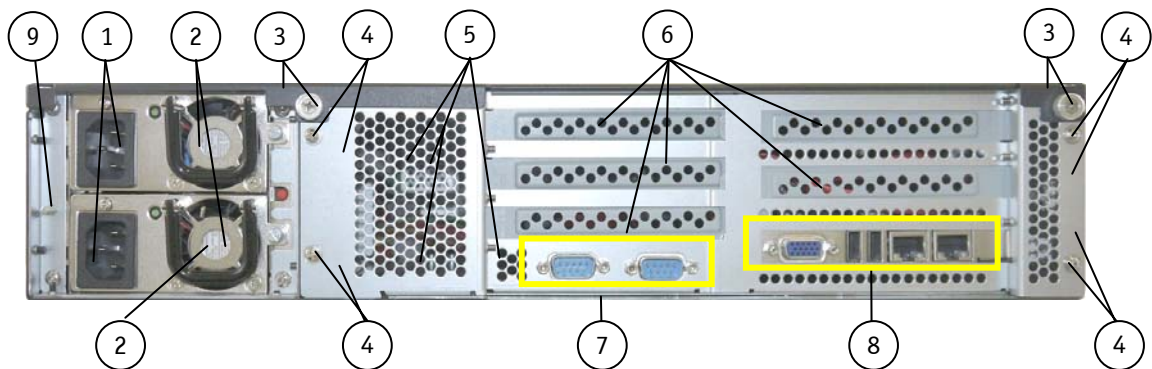
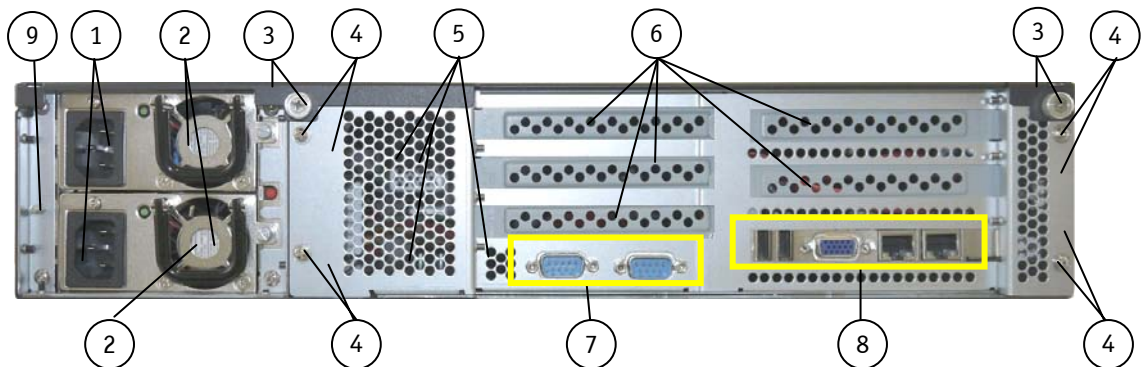
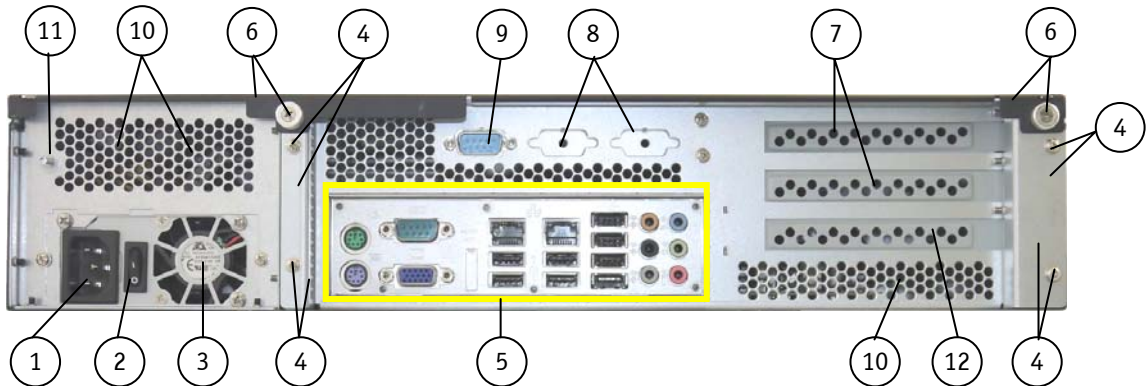

Abb. 13: KISS 2U V2 – Rückseite mit SBC-Karte (im Bild mit PCI-760 und redundantem Netzteil)
Abb. 14: KISS 2U V2 – Rückseite mit SBC-Karte (im Bild mit PCI-761 und redundantem Netzteil)
Abb. 17: KISS 2U V2 - Rückseite mit KTQ45/Flex Mainboard (im Bild mit Wide Range-Netzteil)
- die Rändelschrauben (Abb. 13 / Abb. 14, Pos. 3, und Abb. 17, Pos. 6) an der Rückseite.
Legende für Abb. 13 und Abb. 14:
| 4 Kartenkäfig für SBC- und Zusatzsteckkarten) mit Befestigungsschrauben | 8 Schnittstellen der SBC-Karte [PCI-760 (Abb. 13) / PCI-761 (Abb. 14)] |
Abhängig von der eingesetzten CPU-Karte (Mainboard oder SBC) können an Ihrem System, on-Board Schnittstellen, z. Bsp. serielle Schnittstellen, nach außen geführt sein (siehe Abb. 14, Pos. 7 und Abb. 17, Pos. 9). Diese Anschlüsse ermöglichen Ihnen Peripheriegeräte anzuschließen.
Der Erdungsbolzen befindet sich an der Rückseite der KISS 2U V2-Plattform (siehe Abb. 13, Pos. 9, Abb. 14, Pos. 9, und Abb. 17, Pos. 11).